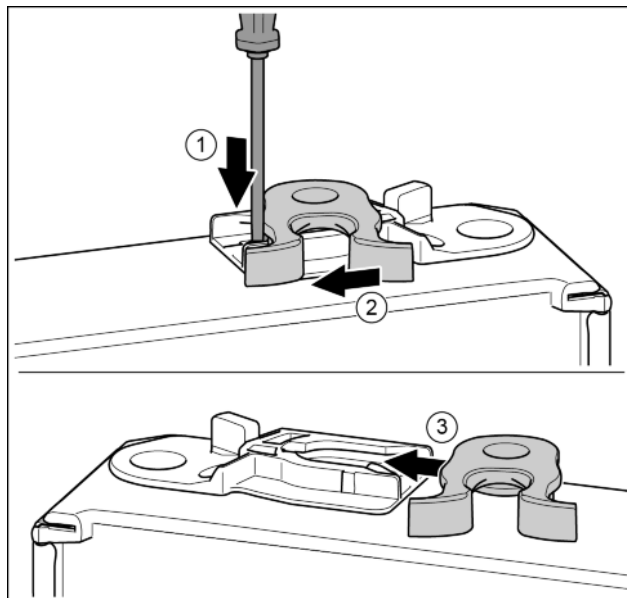

Fig. 18
- ▶ За допомогою шліцевої викрутки притисніть униз накладку. Fig. 18 (1)
- ▶ Витягніть із напрямної запірний гачок. Fig. 18 (2)
- ▶ Вставте запірний гачок у напрямну з іншого боку. Fig. 18 (3)